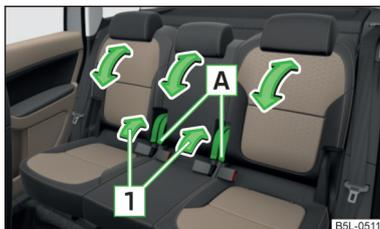

Fig. 49
- Tire de la palanca **A**, situada en el área inferior, en el sentido de la flecha **1** » fig. 49 y ajuste la inclinación deseada del respaldo en el sentido de la flecha.
- Tire de la palanca **A** » fig. 49 de la página 73 y abatir los respaldos de los asientos traseros exteriores hasta el tope sobre la banqueta.
- Abata hacia adelante el respaldo central trasero de la misma forma, tirando una vez más de la palanca **A** » fig. 49 de la página 73 y presione el respaldo hacia abajo hasta que encaje de forma audible en una posición más baja.